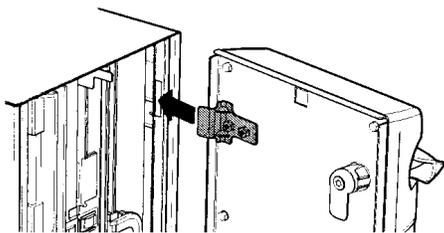

Figura 11
Paso 1: Sostenga la puerta de manera que las pestañas estén alineadas con las ranuras en el gabinete como se muestra en la Figura 11.